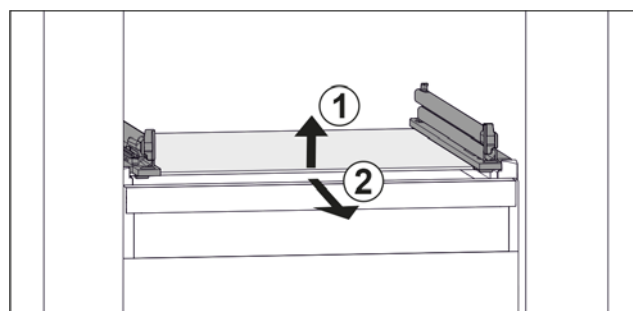

Fig. 114 Примерное отображение стеклянной пластины
- Приподнимите стеклянную пластину спереди. Fig. 114 (1)
- Извлеките стеклянную пластину движением вперед. Fig. 114 (2)